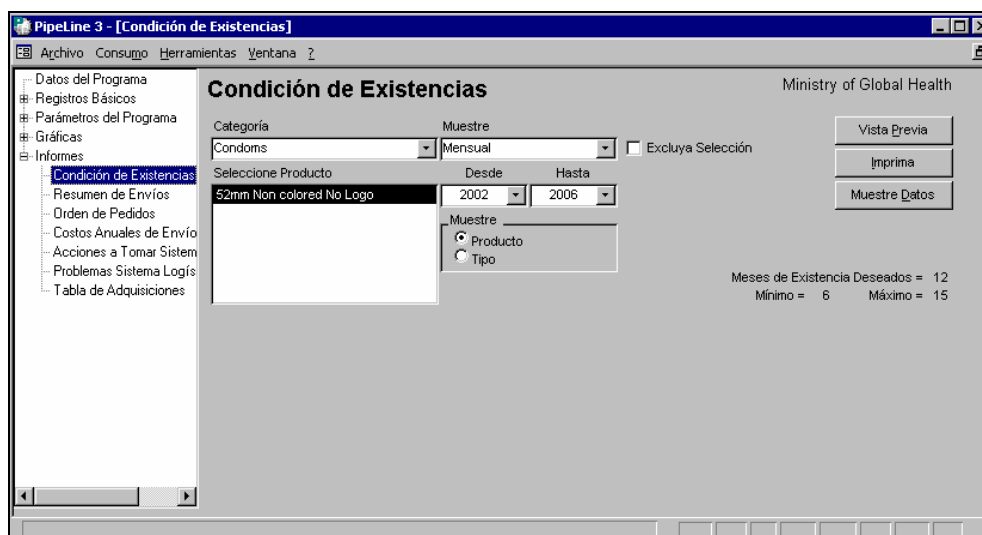

Figura 7-1 – Ventana Condición de Existencias
1. Haga clic con el cursor apuntando en la opción Condición de Existencias del Árbol de Opciones (bajo. Informes) para mostrar la ventana Condición de Existencias (vea la Figura 7-1).